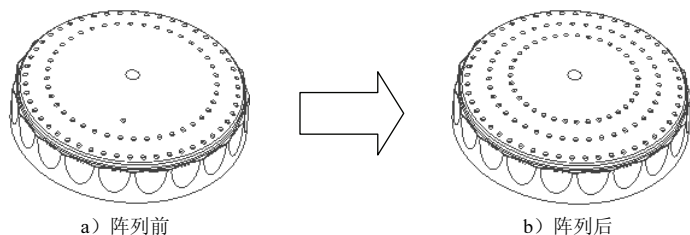

图 7.18 环形阵列 4
(3) 定义拉伸属性。再次单击 **创建** 区域中的 按钮，然后将布尔运算设置为“求差”类型 ，在 **范围** 区域中的下拉列表中选择 **贯通** 选项，将拉伸方向设置为“方向 1”类型 。
(4) 单击“拉伸”对话框中的 **确定** 按钮，完成拉伸特征 3 的创建。
Step 15 创建图 7.18 所示的环形阵列 4。
(1) 选择命令。在 **阵列** 区域中单击 按钮。